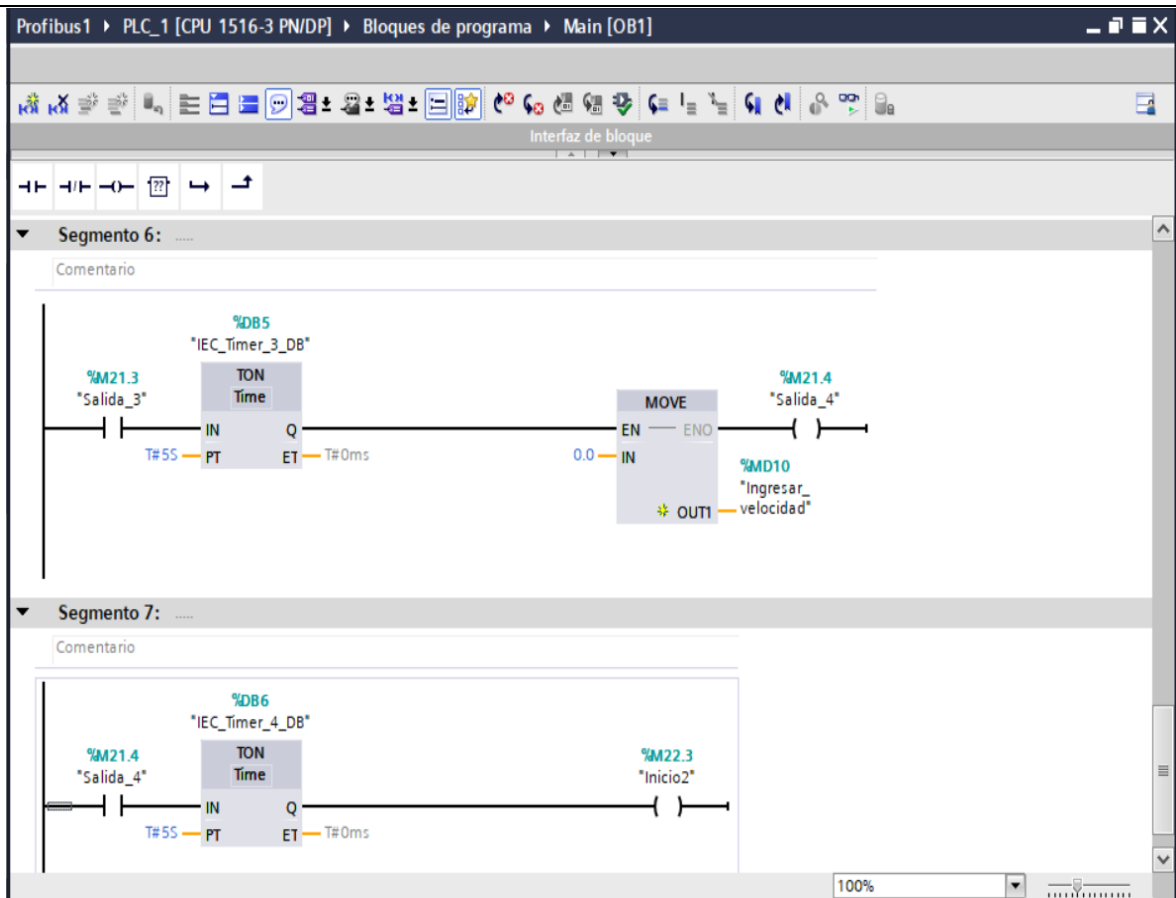

Figura 27: Agregar Telegrama 20
- En el segmento 7 se agrega un temporizador “TON” de 5 segundos para el tiempo de la etapa de mecanizado 2, una vez finalizado este tiempo el programa se repite de manera constante (ver Figura 27).